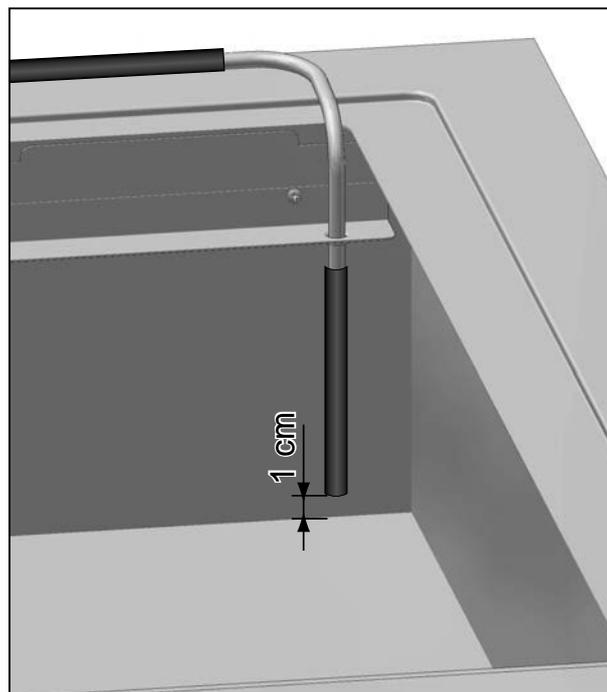

Fig. 19 Glisser un segment de tuyau sur le tube d'aspiration et couper à la bonne hauteur
3. Prendre un segment de tuyau suffisamment long pour glisser sur le tube d'évacuation à l'intérieur du bain. Sectionner à environ 1 cm à partir du fond de la cuve (Fig. 19).
5. Prendre un segment suffisamment long pour le glisser sur le tube d'aspiration, le recouper à environ 1 cm du fond de la cuve (v. Fig. 19).